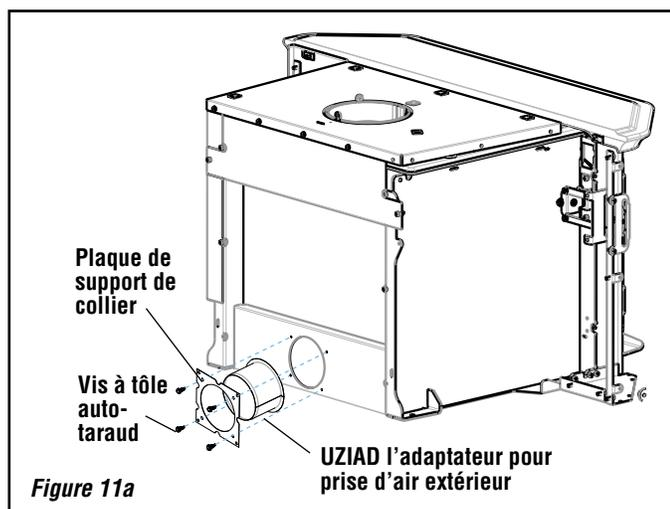

Figure 11a
**Col avec support de col :** Centrer le collier de 4 po de diamètre sur l'orifice d'admission d'air, puis le fixer avec le support de collier à l'aide des quatre (4) vis Tek de 5/8 po fournies, en alignant la plaque sur les trous de capture de l'unité. Dans certains cas, les trous de capture ne sont pas percés; dans ce cas, utiliser les vis Tek pour commencer les trous directement (*Figure 11a*).